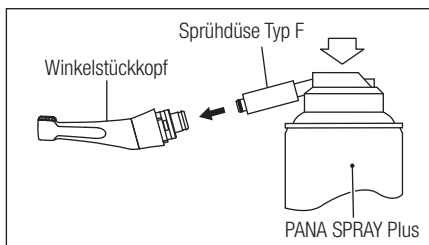

Abb. 7
- 3) Führen Sie die Sprühdüse in die Rückseite des Winkelstückkopfes ein. Halten Sie den Winkelstückkopf und sprühen Sie für 2 bis 3 Sekunden, bis Öl aus der Spitze des Winkelstückkopfes austritt. Wiederholen Sie die Schmierung, bis das Öl, das aus der Spitze austritt, klar und ohne Ablagerungen etc. ist. (Abb. 7)